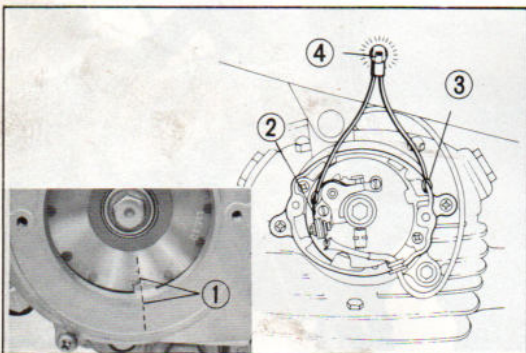

Fig. 6 ① Repère F ② Ressort de bras de rupteur
- 1) Débrancher le fil de rupteur (couleur verte) et le raccorder à une lampe de 12 volts - 3 watts. (Fig. 6)
- 3) Tourner lentement le rotor d'alternateur jusqu'à ce que la lampe s'allume et contrôler que le repère F du rotor coïncide avec l'index du carter. S'ils sont alignés le réglage est correct. (Fig. 6)